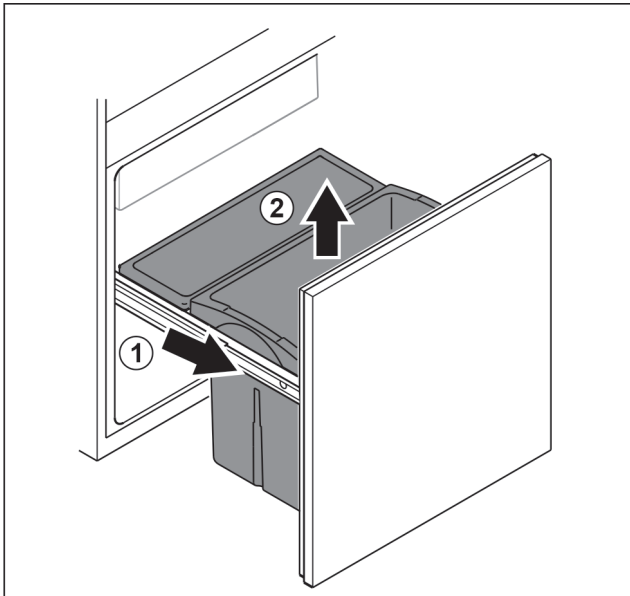

Fig. 105
- ▶ Tirer le chariot coulissant jusqu'en butée. Fig. 105 (1)
- ▶ Retirer le tiroir par le haut. Fig. 105 (2)